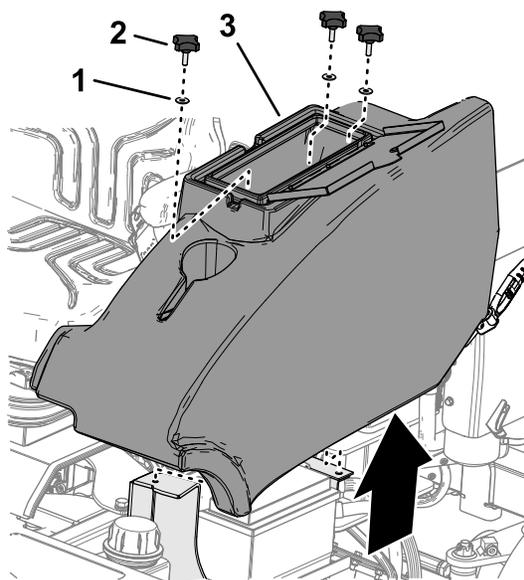

Figure 3
1. Sur le côté gauche de la plate-forme de l'utilisateur, ouvrez la porte du compartiment de rangement (Figure 3).
2. Retirez les 3 boutons et les 3 rondelles qui fixent le compartiment de rangement sur la machine et déposez le compartiment (Figure 3).